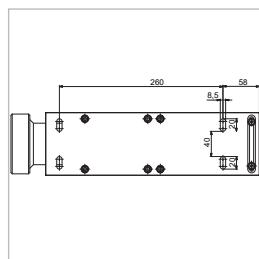

Abbildung 1
- ▶ Befestigen Sie die Halterung an den Haltebohrungen der Tankstelle (*Abbildung 1*).